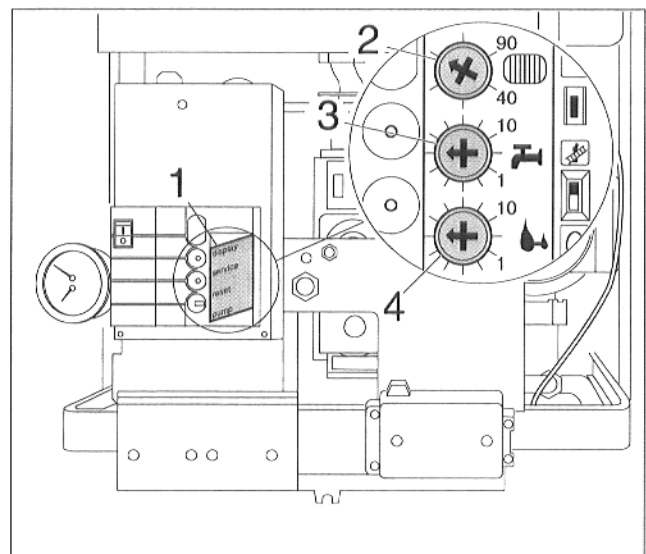

Abb. 17 2. Bedienebene
- Abdeckung der 2. Bedienebene entfernen (Abb. 17, Pos. 1).
- Regler (Abb. 17, Pos. 2) auf die gewünschte maximale Vorlauftemperatur je nach Auslegung der Anlage einstellen. Werkeinstellung = 75 °C.
- Gewünschte Brauchwassertemperatur mit Regler für Brauchwassertemperatur (Abb. 17, Pos. 3) entsprechend Tab. 1 einstellen.
- Heizleistung je nach erforderlichem Wärmebedarf (Tab. 2) am untersten Regler (Abb. 17, Pos. 4) einstellen. Erforderlichen Wärmebedarf entsprechend DIN 4701 berechnen.